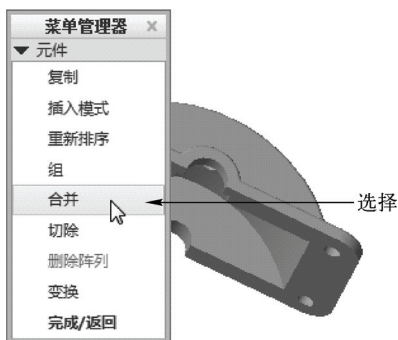

图 11-94 选择“合并”选项
STEP 03 弹出“元件”菜单管理器，选择“合并”选项，如图 11-94 所示。